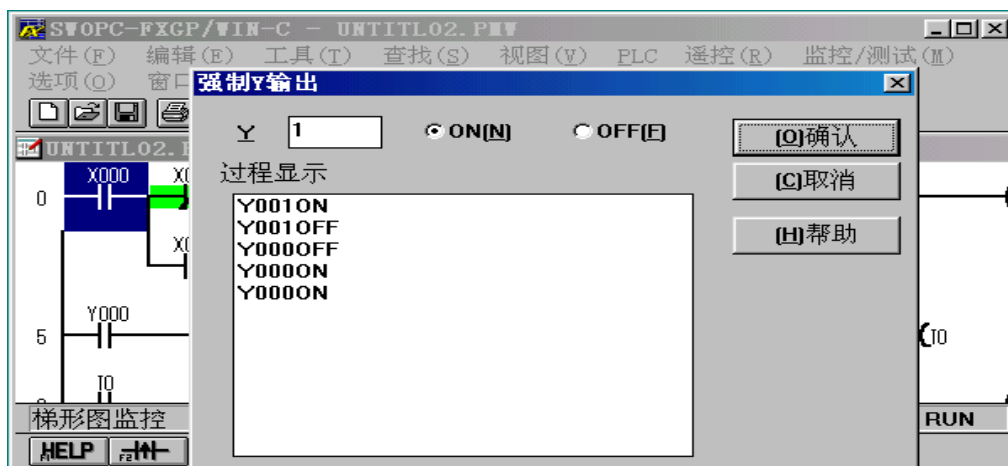

图 12 强制 Y 输出界面图
* **强制 Y 输出：**强制 PLC 输出端口（Y）输出 ON/OFF 见图 12。
如果在程序运行中需要强制某个输出端口（Y）输出 ON 或 OFF，可以在“强制 Y 输出”的对话框中输入所要强制的“Y”元件号，选择“ON”或“OFF”状态，按“确认”后，元件保持“强制状态”一个扫描周期，同时图 12 界面也能清楚显示已经执行过的状态。